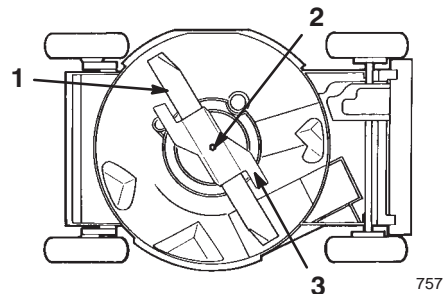

Figure 18
4. Basculez la tondeuse sur le côté **droit** (filtre à air vers le haut) (Fig. 18).
2. Déposez le boulon de lame, la rondelle de blocage, l'accélérateur et la lame (Fig. 18).